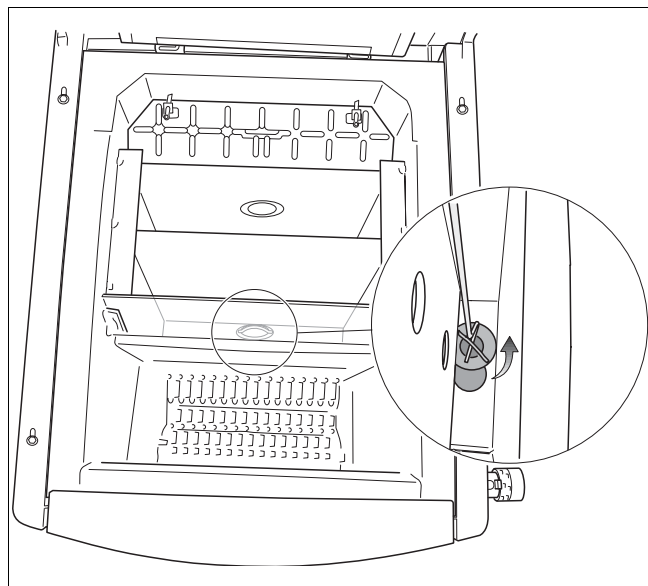

Рис. 33 Вынуть крышку отверстия для чистки
- Перед розжигом проверьте, закрыто ли крышкой отверстие для чистки (→ стр. Рис. 33, глава 29) в днище зольной камеры. При чистке котла зола из дымовых каналов удаляется через отверстие для чистки.